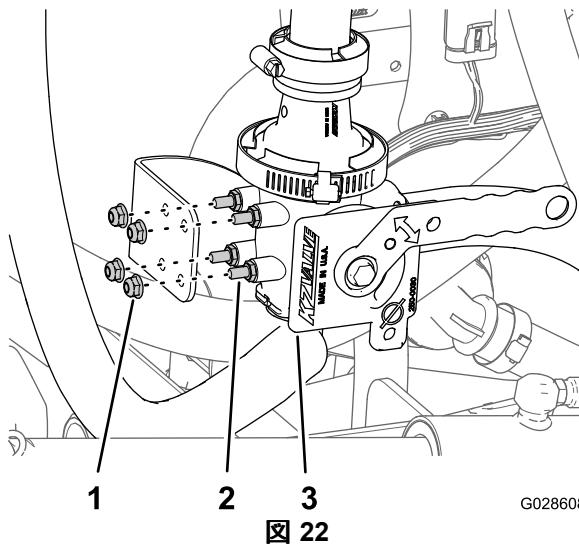

図 22
6. エダクタバルブのスタッドをエダクタバルブ用ブラケットの穴に入れ、フランジ付きロックナット 1/4 インチ 4 本を使ってバルブをブラケットに固定する 図 22。